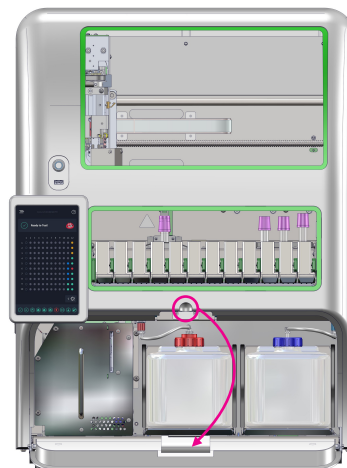

Figura 60
1. Abra la puerta delantera para acceder al compartimento del recipiente (Figura 60).